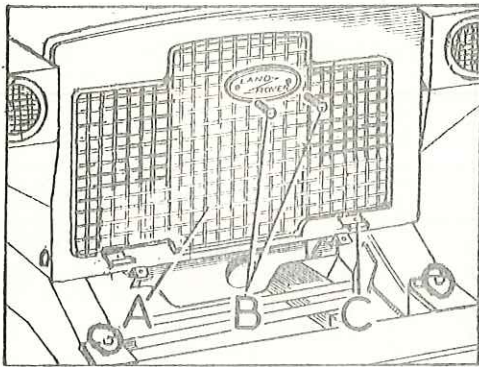

Fig. Q1-4 Elementos de fijación de la rejilla del radiador
- 1.3. Desmontar la rejilla, A (Fig. Q1-4 y 5) del radiador, soltando los tornillos de fijación, B.